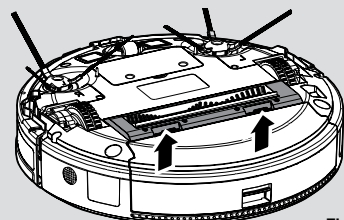

Fig. 22
2. Vend Robot om. **[Fig. 22]**